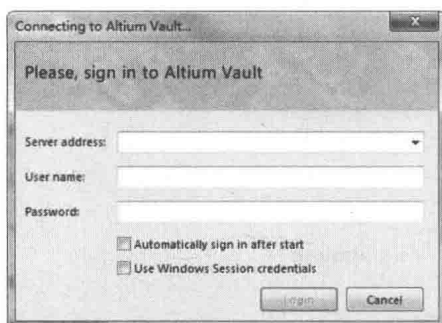

图 1-5 “Connecting to Altium Vault” 对话框
(4) “Sign in to Altium Vault (登录到 Altium Vault)”命令：用于打开“Connecting to Altium Vault”对话框，如图 1-5 所示，用于设置服务器地址、Altium Vault 用户名与密码。